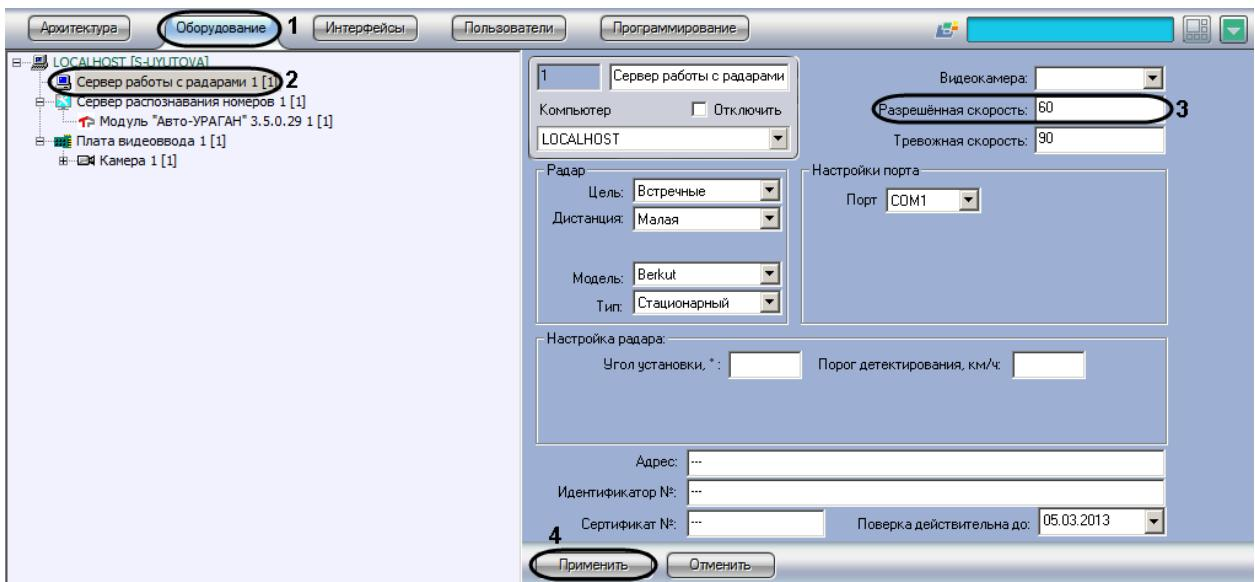

Рис. 7.3—4. Задание разрешенной скорости движения транспортных средств
2. В дереве объектов на вкладке «Оборудование» выбрать объект «Сервер работы с радарами», соответствующий настраиваемому программному модулю «Радар» (Рис. 7.3—4, 2). В правой части вкладки «Оборудование» отобразится панель настройки выбранного объекта.
3. В поле «Разрешенная скорость» ввести разрешенную скорость движения транспортных средств, которую требуется отображать в отчете о распознанном номере (см. Рис. 7.3—4, 3). Параметр выражается в км/ч.
4. Нажать кнопку «Применить» (см. Рис. 7.3—4, 4).